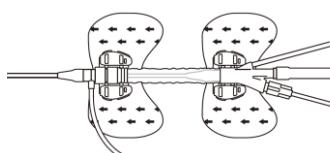

図 8. IABP 固定具使用による固定
- (9) シースキャップについての翼部および分岐部についての翼部を患者に縫合または IABP 固定具を用いて固定する。(図 8 参照) \*\*